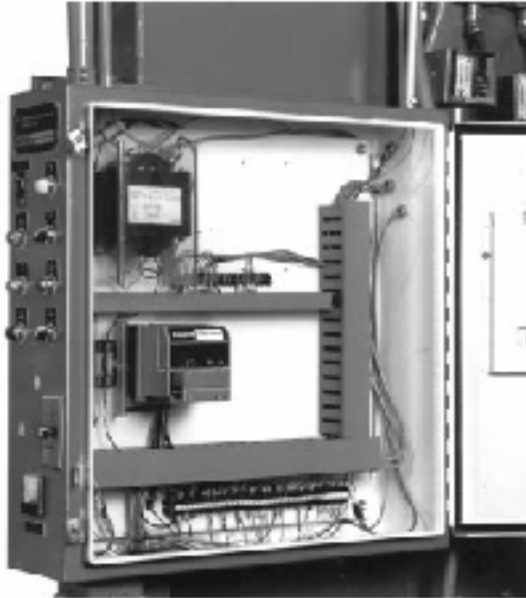

Рис. 7. Монтаж на электрической панели.
- ⇒ Установите модуль реле вертикально (см Рис. 7) или горизонтально так, чтобы клеммы рубильника были направлены вниз. Модуль реле должен находиться в электрическом шкафе.